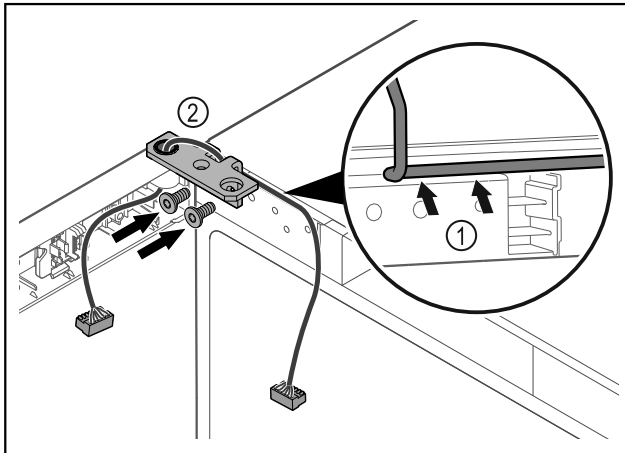

Fig. 43
- ▶ Περάστε το καλώδιο μέσα από το άνοιγμα της γωνίας μεντεσέ και τοποθετήστε το προσεκτικά Fig. 43 (1).
- ▶ Βιδώστε τη γωνία μεντεσέ Fig. 43 (2).